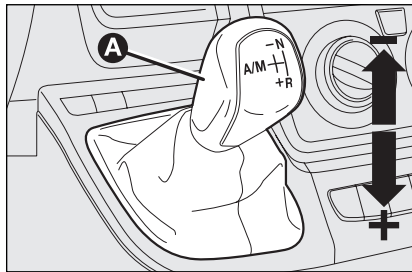
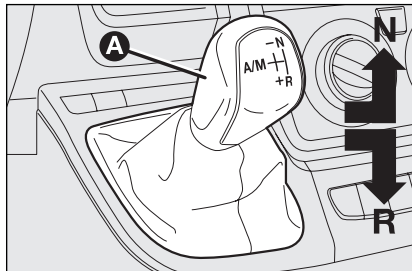
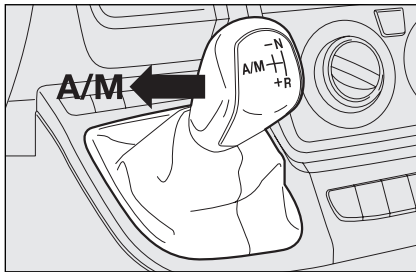
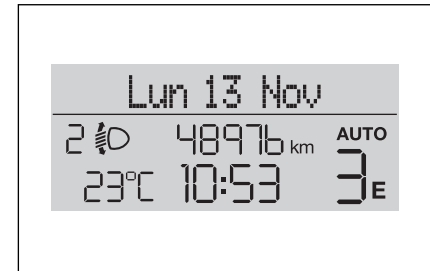

fig. 1
fig. 2
fig. 3
fig. 5
De transmissie bestaat uit een normale mechanische versnellingsbak met versnellingspook **A-fig. 1**, waaraan een elektronisch geregeld elektrohydraulisch systeem is toegevoegd. Dit systeem bedient automatisch de koppeling en regelt het overschakelen.
- Druk de versnellingspook naar + (hogere versnelling) **fig. 1** om de eerste versnelling in te schakelen (vanuit stand **N** of **R** kunt u de pook in de middelste stand plaatsen) of in **R fig. 2** om de achteruit in te schakelen.
- Druk tijdens het rijden, de versnellingspook naar (+) **fig. 1** om op te schakelen of naar (-) **fig. 1** om terug te schakelen.
- Druk de versnellingspook naar **A/M** **fig. 3** voor het inschakelen van de automatische werking; druk de versnellingspook naar **+** (hogere versnelling) **fig. 1** om de eerste versnelling in te schakelen (vanuit stand **N** of **R** kunt u de pook in de middelste stand plaatsen) of in **R** **fig. 2** om de achteruit in te schakelen.
De “multistabiele” versnellingspook **A**-**fig. 1** op de tunnelconsole heeft drie vergrendelde en drie onvergrendelde standen.
De drie vergrendelde standen zijn de standen die overeenkomen met de vrijstand **N**-**fig. 2**, de achteruit **R**-**fig. 2** en de middelste stand tussen de onvergrendelde standen (**-**) en (**+**) **fig. 1**.
Bij de onvergrendelde standen keert de pook direct na het loslaten terug in de middenstand. Dit zijn de standen voor het opschakelen (**+**), het terugschakelen (**-**) en de automatische werking (**A/M**) **fig. 3**.
druk de pook in stand (+) **fig. 1** om op te schakelen;
druk de pook in stand (-) **fig. 1** om terug te schakelen;
Voor het in-/uitschakelen van de automatische werking (**AUTO**) moet de pook in stand **A/M fig. 3** worden gezet; de inschakeling wordt bevestigd door de weergave van het opschrift **AUTO fig. 5** en de ingeschakelde versnelling op het display.
- als de pook in stand (N) of (R) stond, moet deze in de middelste stand gezet worden;
- als de pook al in de middelste stand stond, moet deze naar stand + (hogere versnelling) fig. 1 worden gedrukt;
- als de pook in stand (N) of (R) fig. 2 stond, moet deze in de middelste stand worden gezet en vervolgens naar stand + (hogere versnelling) fig. 1 worden gedrukt;
- als de pook al in de middelste stand stond, moet deze 2 maal naar stand + (hogere versnelling) fig. 1 worden gedrukt;
- zet de pook in stand (R) fig. 2;